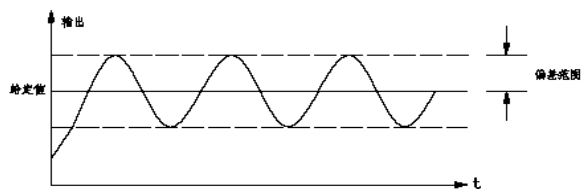

图 5-11 允许偏差范围
• 指 PI 调节的反馈量与设定量的偏差相对于闭环给定值的百分比。PI 调节允许的偏差范围如图 5-11 所示。